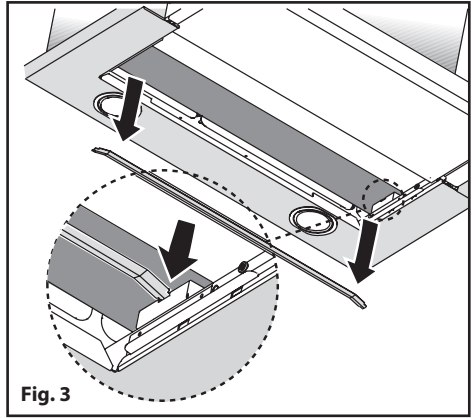

Fig. 3
- Nel caso in cui il prodotto sia in versione filtrante togliere il filtro a carbone rigenerabile tirando verso l'esterno la staffa e rimuovendola dalla propria sede (**Fig. 3**).